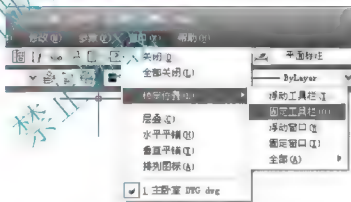

图 1.9 通过【窗口】菜单中的命令对工具栏进行锁定或解锁操作
② 选择菜单栏中的【窗口】|【锁定位置】命令，也可以对工具栏进行锁定、解锁操作，如图 1.9 所示。